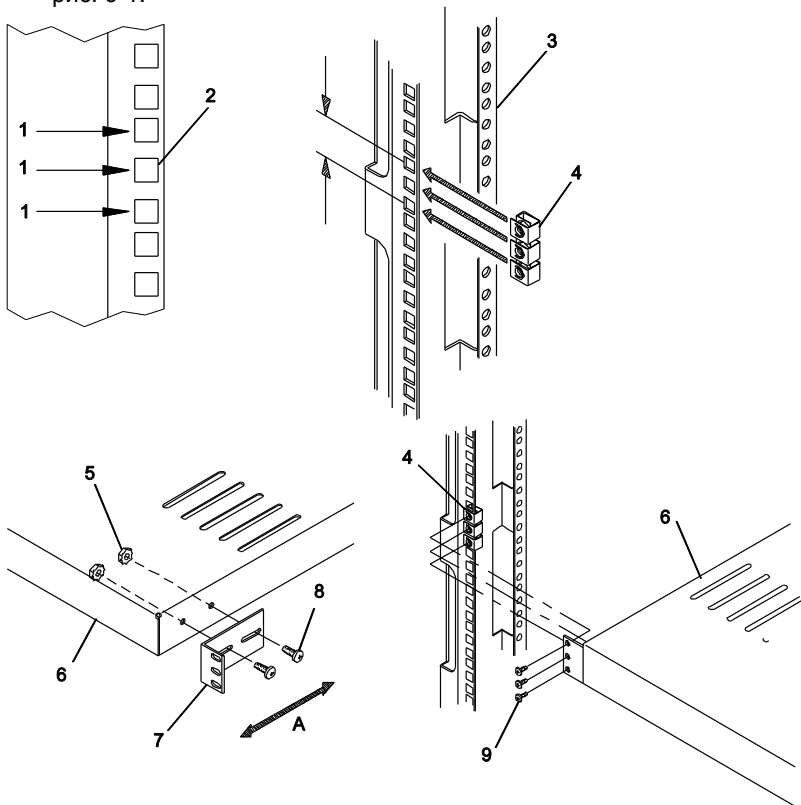

Рис. 6-1
1. Для монтажа одной стационарной полки требуется 1U свободного пространства в высоту. Ориентируясь по цифрам на вертикальной монтажной рейке, выберите три отверстия, к которым будет крепиться полка. Если монтажные рейки имеют квадратные отверстия 9,5 мм, то установите на все три отверстия каждой из реек клетевые гайки #10-32. Если рейки имеют круглые резьбовые отверстия, то клетевые гайки не требуются. См. рис. 6-1.